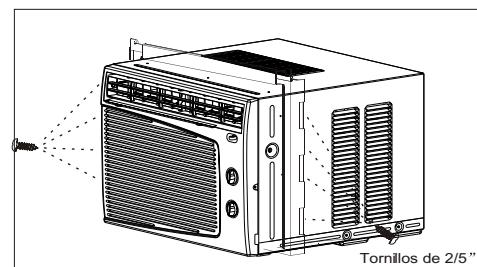

Fig. 2
- Inserte los paneles guía en las guías del aire acondicionado. Sujete las cortinas a la unidad con los tornillos (Fig. 2).